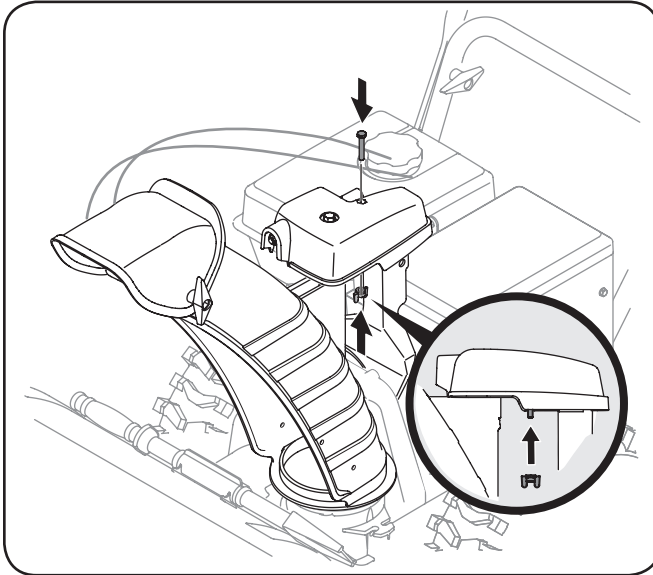

Figura 3-16
3. Termine de asegurar el montaje de control del canal de soporte del canal de soporte con la tuerca de mariposa y el tornillo hexagonal retirados anteriormente. Vea la Figura 3-16.